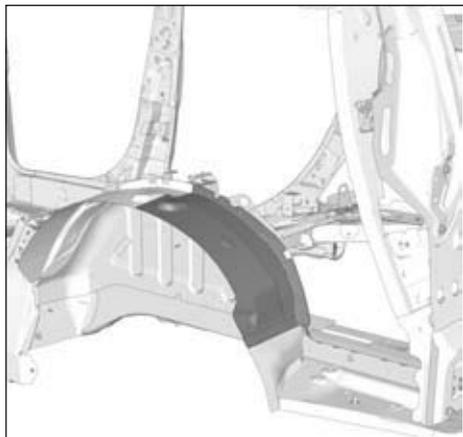

FIG. 160
- Respecter les ligne de coupe (Fig.160).